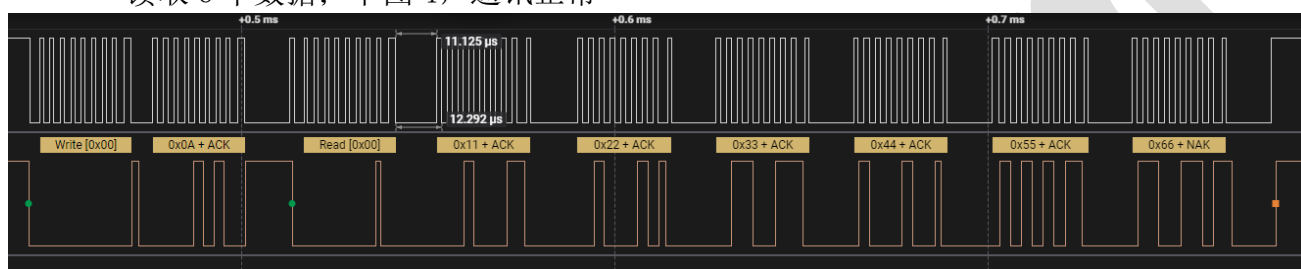

图 4
- b) 当与另一款上位机通信, 速率选择 400K 时, 以代码“`IIC_Slave_带数据地址收发`”为例: 主机发送从机地址和写命令后, 发送数据字地址 0x0A, 发送读命令, 连续读取 6 个数据; 下图 4, 通讯正常